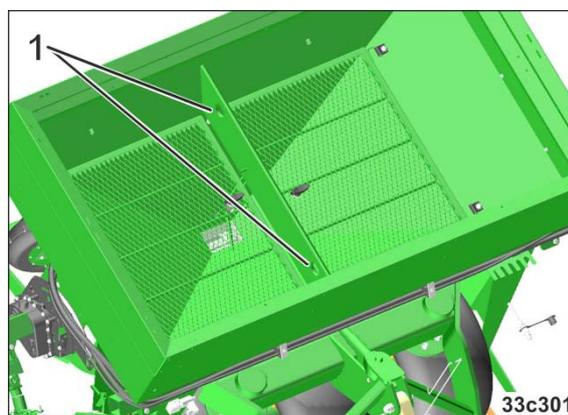

Fig. 4
- fijar 2 ganchos de grúa en las amellas (Fig. 4/1) del depósito